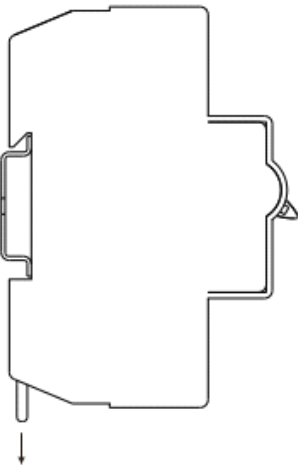
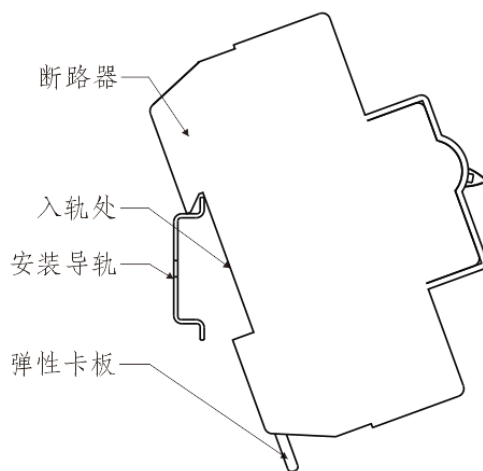

图 3
图 4
- b. 拆卸：将断路器的弹性卡板按图 3 沿箭头方向向下拉出，再按图 4 将断路器的下端向上抬起并向上推，这时取下断路器即可。